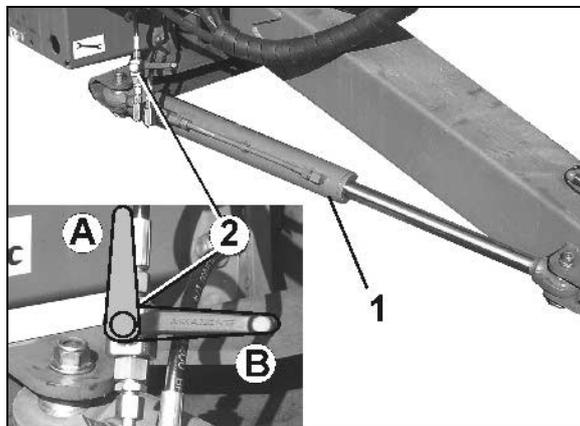

Рис. 70
- Направляющее дышло установите в нулевое положение (направляющее дышло (Рис. 70/1) соосно машине).
- Направляющее дышло зафиксируйте закрыв шаровой кран (Рис. 70/2) в положении В.